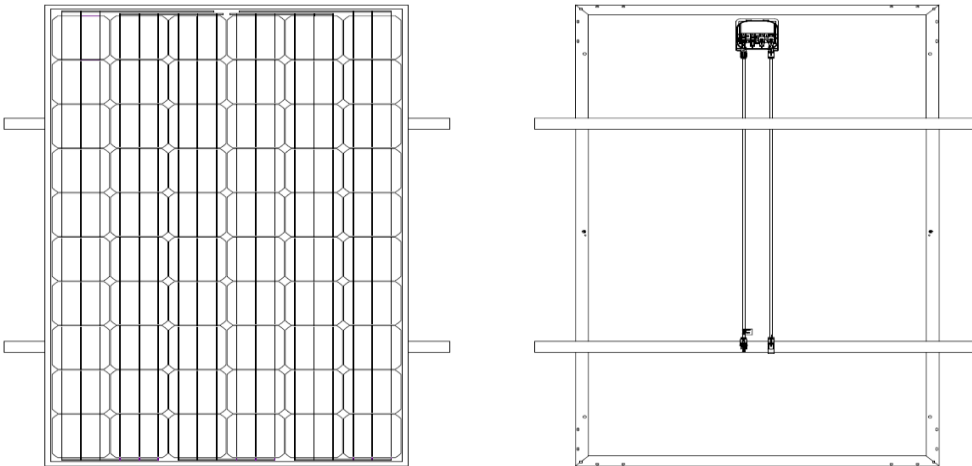

图 4: 安装于平行组装结构上的组件俯视图与后视图图
- 侧边边框上所有夹紧用夹具必须平行 - 并与最接近的组件边框角等距离（参见图 4）。
- 夹附边框长侧边（参见图 4，测量值在下方）